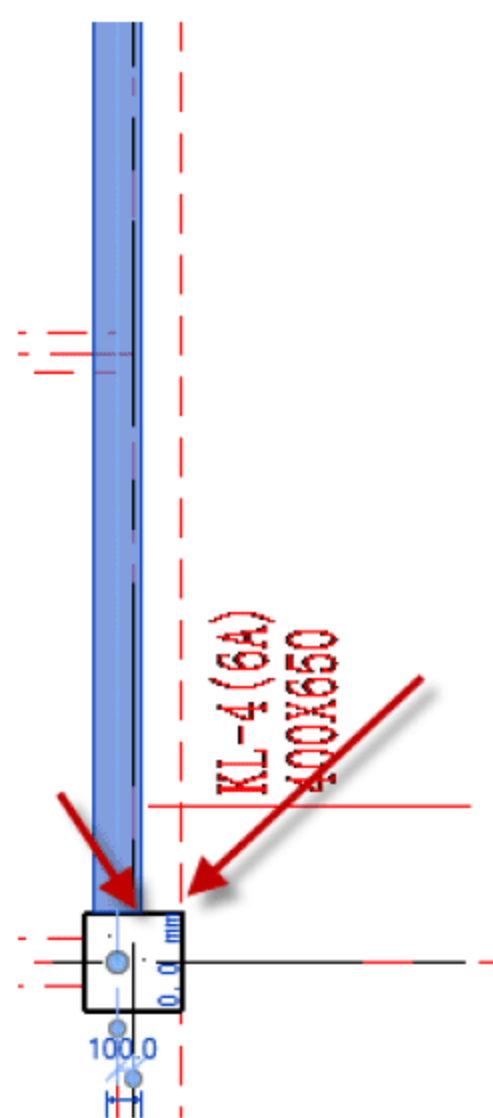

图 4.2.38 调整矩形梁的位置
- (13) 调整矩形梁 KL-4 的位置，选中矩形梁 KL-4，按快捷键 M+V，移动矩形梁的位置，使其与梁线对齐，如图 4.2.38 所示。